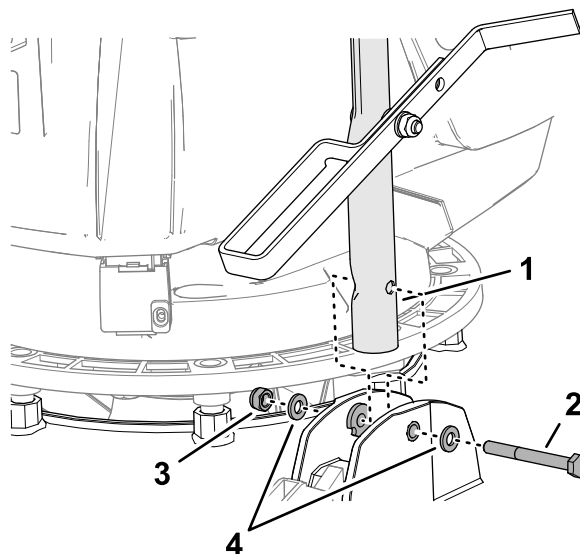

Figur 6
2. Innrett håndtakssperren for håndtaket etter braketten for oppoversperren på klippeenheten (Figur 6).